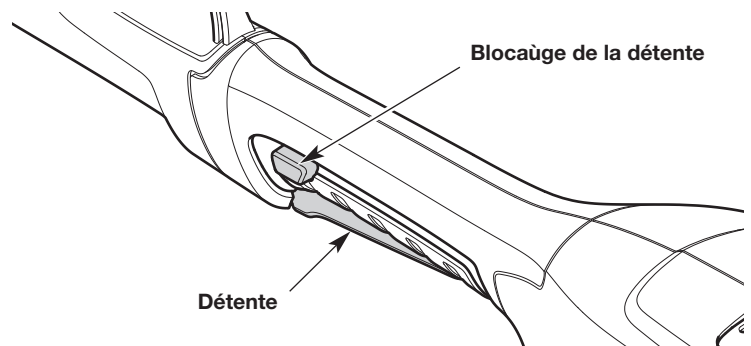

Fig. 12
2. Appuyez sur le blocage de la détente et le maintenir enfoncé (Fig. 12).
3. Maintenir le blocage de la détente enfoncé. Presser et maintenir la détente enfoncée pour démarrer l'appareil (Fig. 12).
1. Relâchez la détente (Fig. 12).